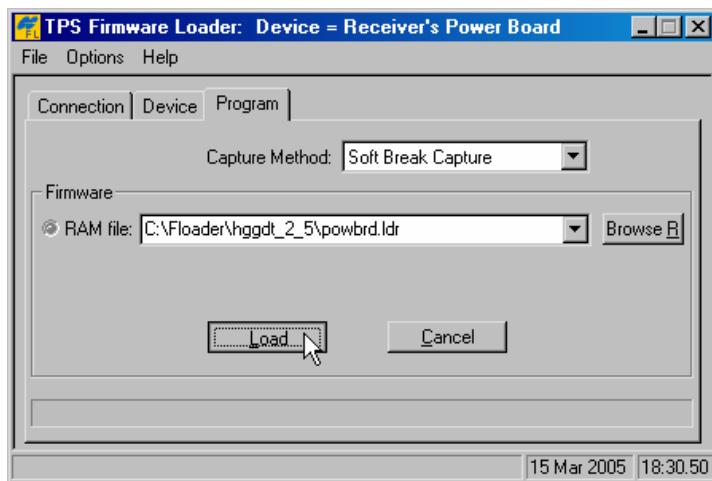

Рисунок 5-22. Вкладка **Program**
6. Выберите вкладку *Program* (Программа) и выберите значение *Soft Break Capture* для поля *Capture Method*, см. рис. 5-22.
7. Выберите файл для ОЗУ платы питания см. рис. 5-22.